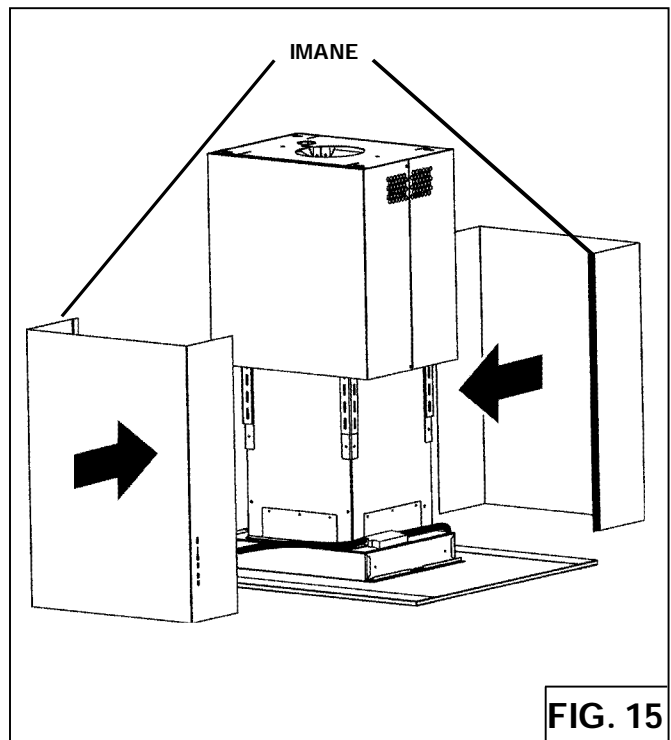

FIG. 15
6. Fije las **dos partes inferiores de conducto** a la parte inferior del armazón de soporte mediante la superposición de los imanes laterales (Fig.15).